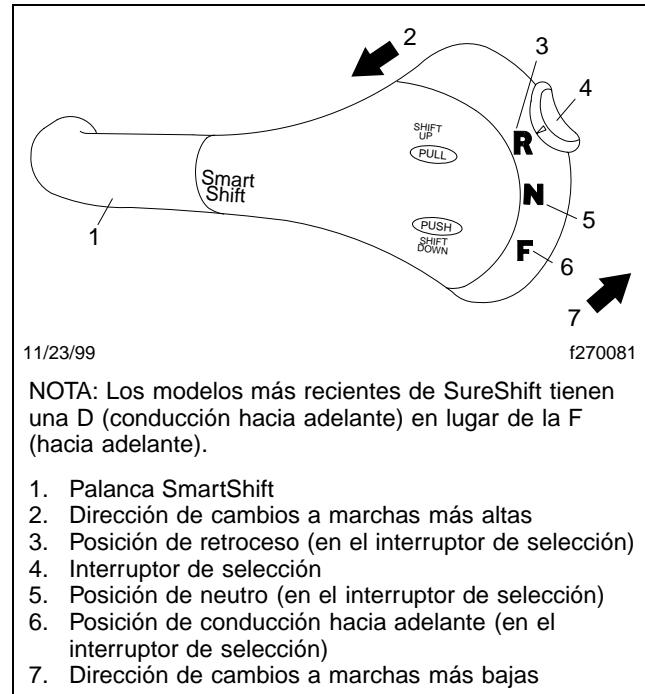

Figura 2, Palanca SmartShift para ZF Meritor SureShift
- En las transmisiones ZF Meritor SureShift, el interruptor de selección de tres posiciones está marcado "R-N-F" (en los modelos más antiguos) o "R-N-D" (en los modelos más recientes). Además, no hay interruptor deslizable. Vea la **Figura 2**.